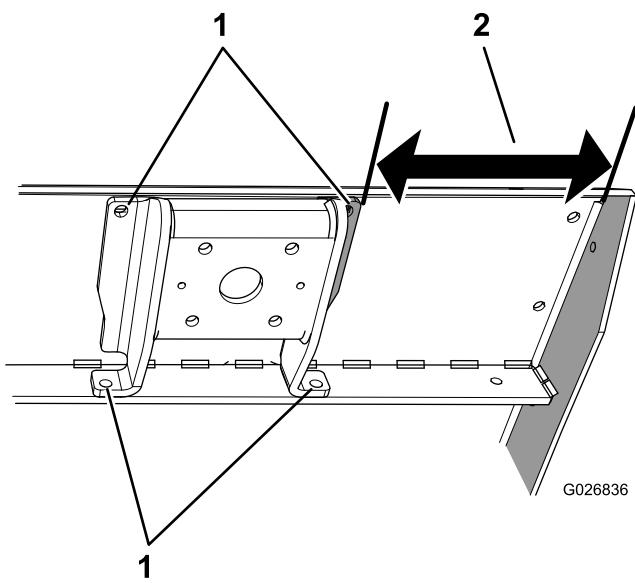

図 5
1. クランプを使って、新しいローラサポートをフレームの底部に固定する。フレームのリブに当たって、フレームのエッジ前から 20.4 cm 離す 図 4 と 図 5 を参照。
3. クランプを使って、もう一つの新しいローラサポートをフレームの底部に固定する。フレームのリブに当て、フレームのエッジ後から 20.4 cm 離す 図 4 と 図 5 を参照。
注 最初に、サポートをフレームに固定しているボルトとナットを締め付け、次に、サポートをフレーム上部に固定しているボルトとナットを締め付ける 図 5。